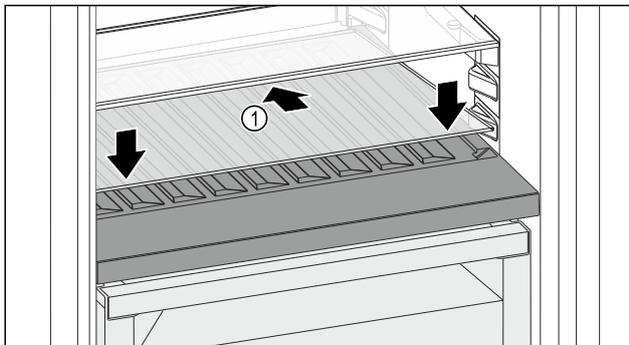

Fig. 86
- ▶ Glasplatte Fig. 86 (1) schräg und nach hinten unten geneigt ansetzen.
- ▶ Glasplatte Fig. 86 (1) vorne absenken.